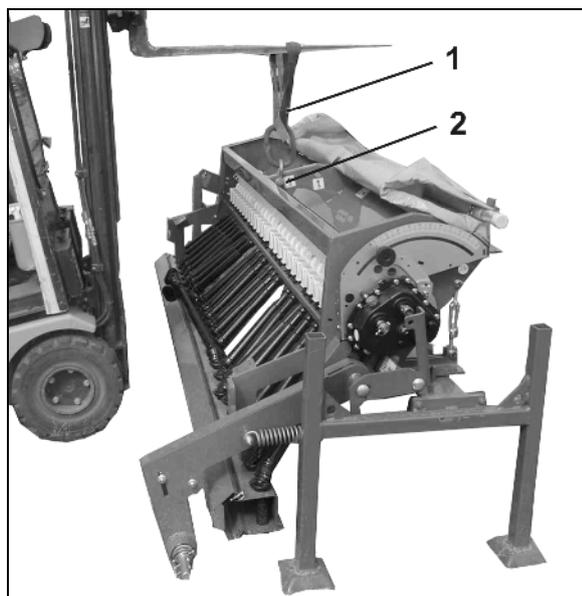

Fig. 23
2. Fixar a máquina com a cinta de içar (Fig. 23/1) do dispositivo de elevação.
Utilizar os pontos de apoio assinalados (Fig. 23/2) na máquina!